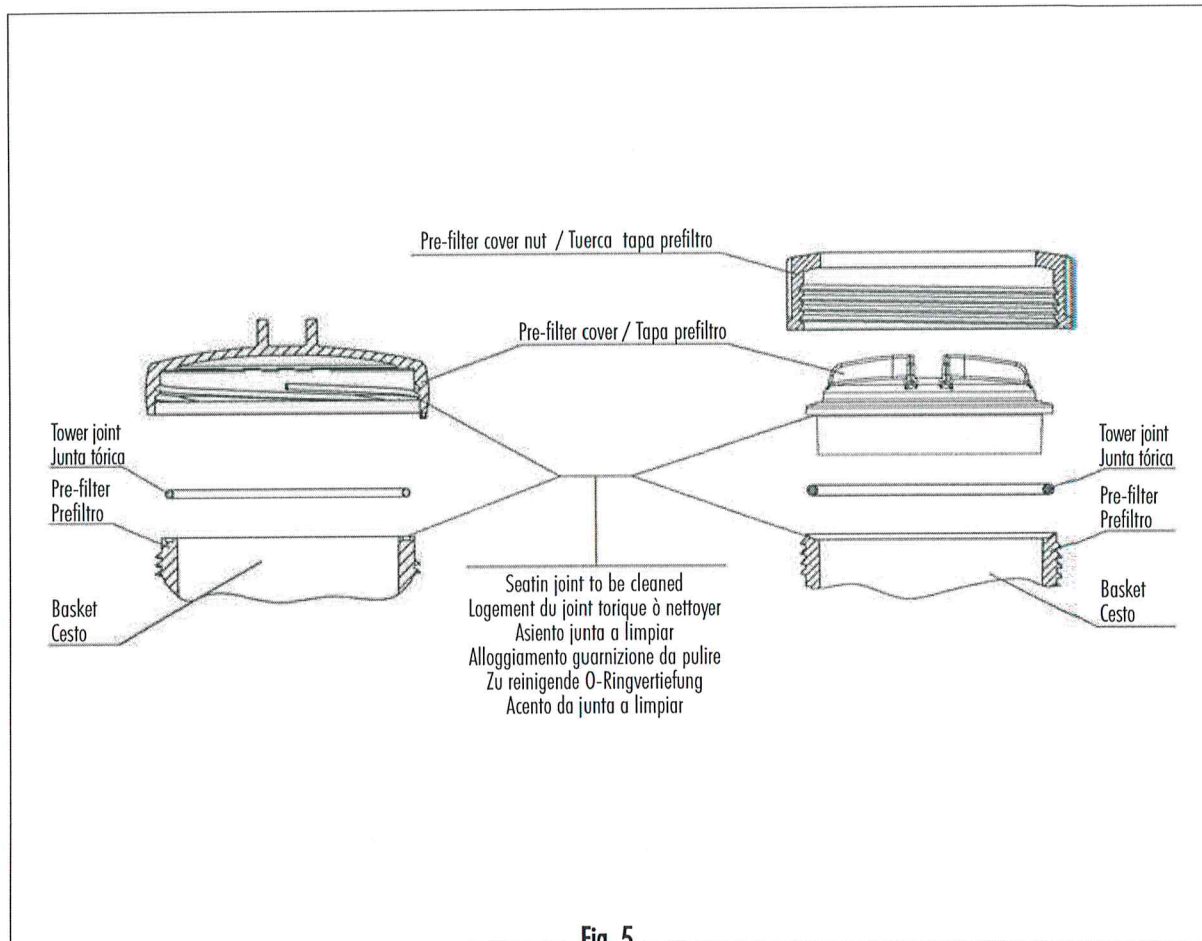

Fig. 5
1. usunąć przykrycie prefiltra odkręcając nakrętki które trzymają go na miejscu (rys. 5)